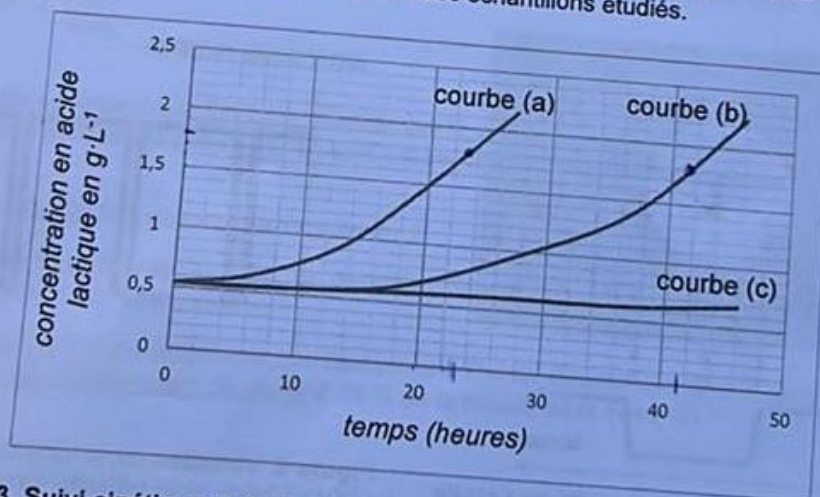

Figure 3. Suivi cinétique de la formation d'acide lactique pour trois températures
Un suivi par titrage a permis de déterminer la concentration en masse d'acide lactique dans chaque échantillon en fonction du temps. Les résultats obtenus sont présentés ci-dessous (figure 3). Chaque courbe correspond à l'un des échantillons étudiés.
18. À l'aide du graphe de la figure 3, déterminer au bout de combien de temps les échantillons 2 et 3 ne sont plus considérés comme étant des laits frais.
1. À partir de la figure 3 (ANNEXE PAGE 12/12 À RENDRE AVEC LA COPIE), justifier l'utilisation du terme « périodique » pour décrire la variation de luminosité de l'étoile.
2. À partir de la figure 3 (ANNEXE PAGE 12/12 À RENDRE AVEC LA COPIE), déterminer la valeur de la période  $T$  du phénomène observé le plus précisément possible, en indiquant la méthode employée.